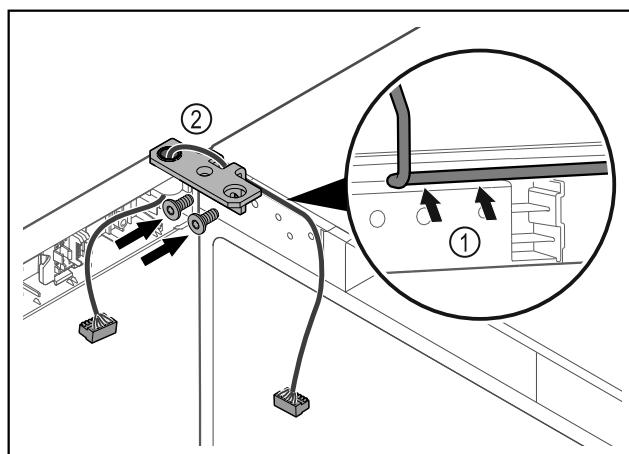

Fig. 48
- Kabel speljite skozi izrez tečaja kotnika in ga previdno zložite Fig. 48 (1).
- Privijte kotnik tečajev vrat Fig. 48 (2).